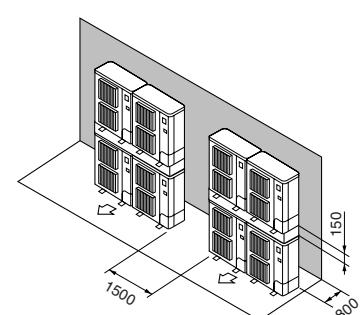

Fig. 2-14
- ⑦ Stablede enheder arrangement (Fig. 2-14)